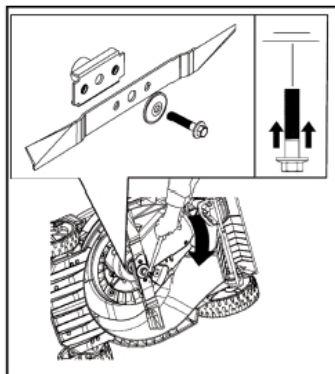

Рис.10
- Удерживая нож с помощью гаечного ключа отсоедините болт от крепления (см. Рис.10) ножа и снимите шайбу.